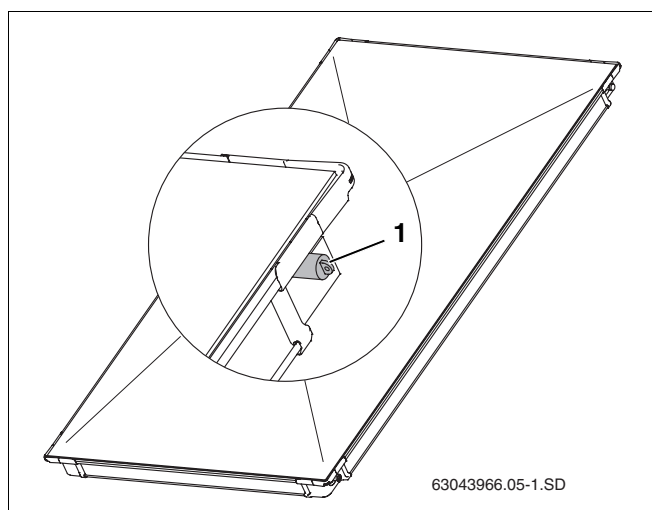

Fig. 6 Tapas de goma en las conexiones del colector
- ▶ Retire las tapas de goma (fig. 6, **pos. 1**) justo antes de realizar el montaje.